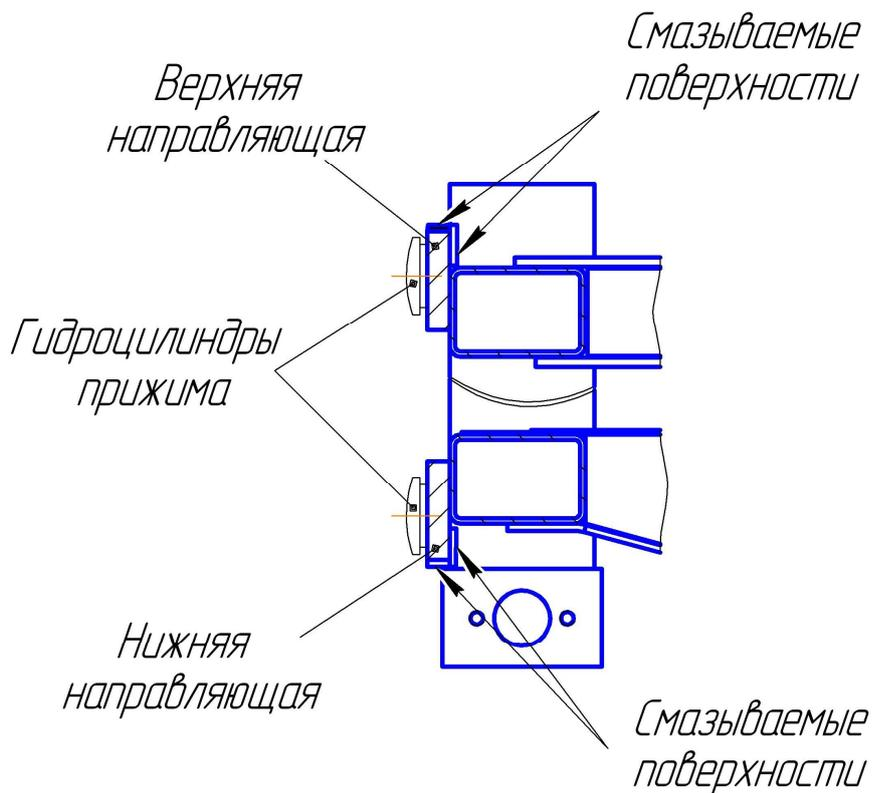

Рис. 4
2.6.2.13 При работе экскаваторным оборудованием смазку направляющих салазок (поз.9 Карты смазки экскаваторного оборудования, Приложение Б) выполнять через каждые 2 часа работы, удаляя при этом загрязненную смазку ветошью. Смазываемые поверхности указаны на Рис.4.